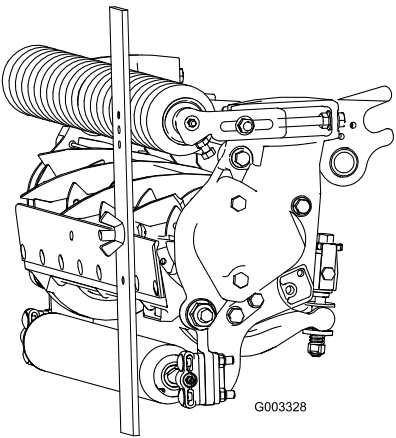

Figura 23
- 3. Enganche la cabeza del tornillo sobre el filo de la contracuchilla y apoye el extremo trasero de la barra sobre el rodillo trasero (Figura 23).
- 4. Gire el tornillo de ajuste hasta que el rodillo delantero entre en contacto con la barra de ajuste (Figura 23). Ajuste ambos extremos del rodillo hasta que el rodillo esté paralelo a la contracuchilla en toda su longitud.